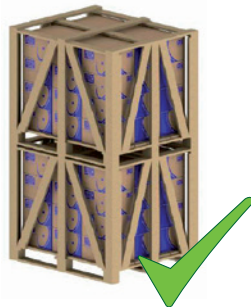
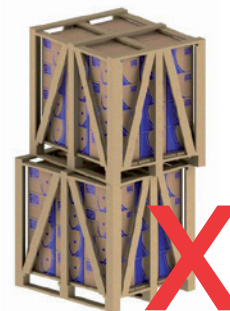

Figura 26 - Montagem adequada
Figura 27 - Montagem inadequada
- 2) Posicionar corretamente uma embalagem sobre a outra (ver Figura 26 e Figura 27);